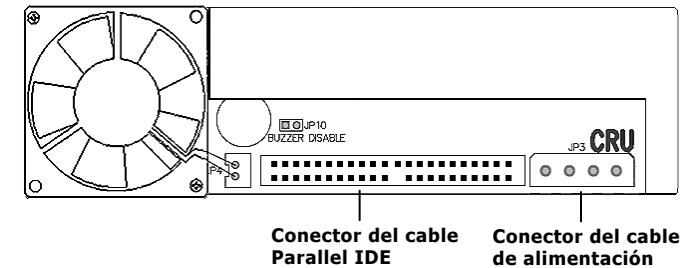

Ilustración 3 - Vista trasera de Parallel IDE DataPort
8. Localice el cable de datos y conéctelo al conector situado en la parte trasera del marco (véase Ilustración 3 y 4).